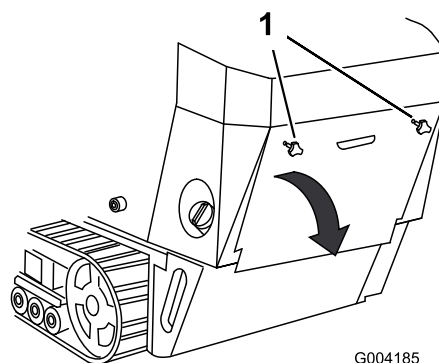

Figure 25
1. Dévissez les 2 boutons à tige filetée qui fixent le couvercle d'accès arrière à la machine (Figure 25).
2. Basculez le couvercle d'accès arrière vers le bas et déposez-le pour accéder aux composants internes (Figure 25).